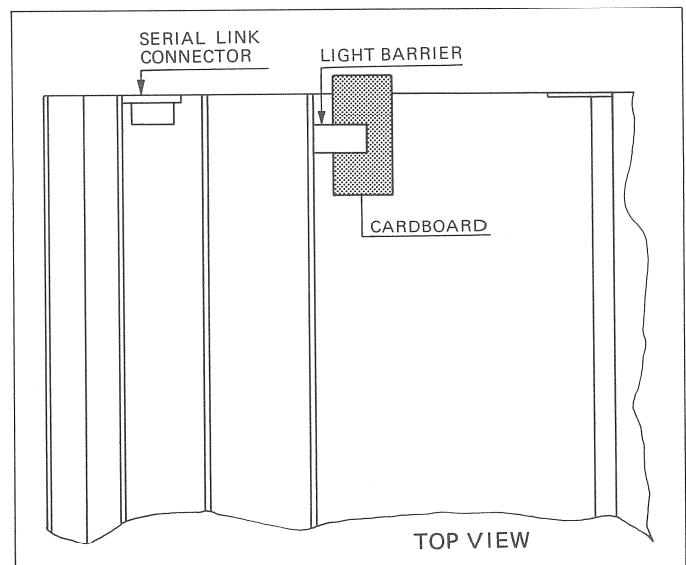

Fig. 4.13
- Hintere Gabellichtschranke für die Schubladepositions-erkennung auf SERVO 1 PCB 1.769.310 mit einem Stück Karton abdecken (siehe Fig. 4.13).